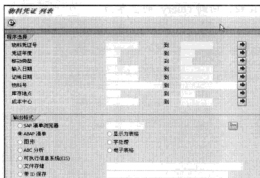

图 12-25 “物料凭证列表”界面
STEP 9 最后单击“运行”按钮，依次看一下刚才配置的 Query 报表运行情况，如图 12-25、图 12-26 和图 12-27 所示。